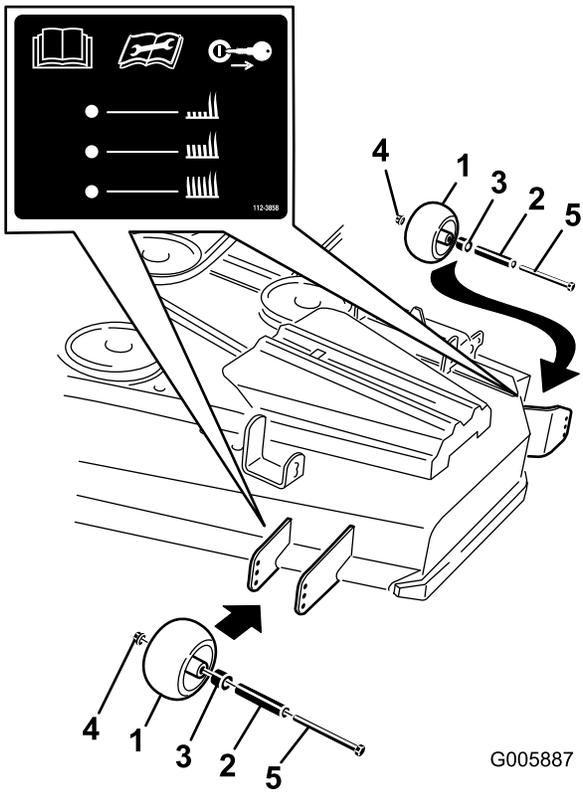
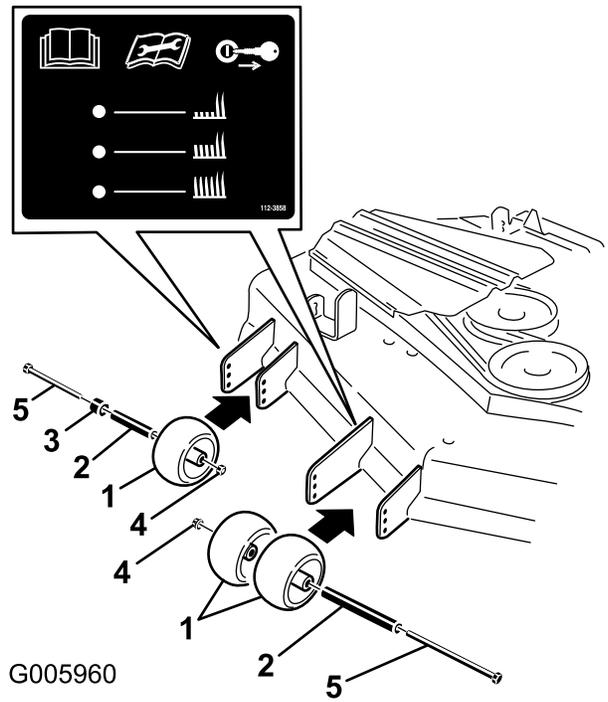

Figura 19
Figura 20
3. Después de ajustar la altura de corte, ajuste los rodillos retirando la tuerca con arandela prensada, el casquillo, el espaciador y el perno (Figura 19 o Figura 20).
Nota: Los dos rodillos centrales no tienen espaciador (Figura 19 o Figura 20).
5. Instale la tuerca con arandela prensada, el casquillo, el espaciador y el perno. Apretar a 54–61 N·m (Figura 19 o Figura 20).